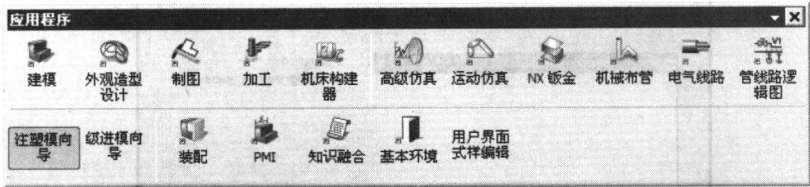

图 1-7 “应用程序”工具栏
(2) 单击“应用程序”工具栏中的“注塑模向导”按钮，也可进入“注塑模向导”模块，如图 1-7 所示。